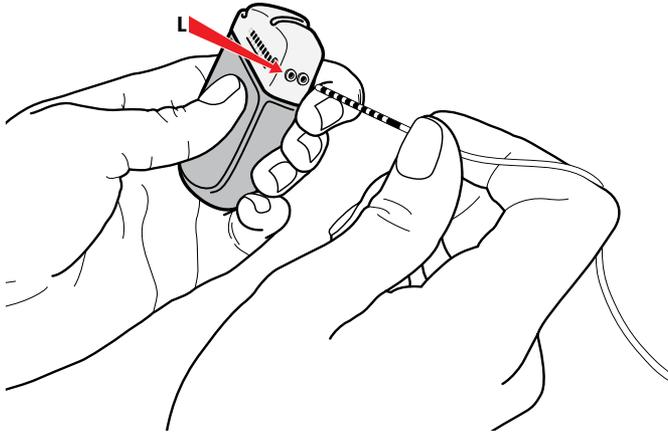

Figure 37. Connexion au port L du GII
- a. Connecter l'extension de l'hémisphère gauche au port L (ou C) (Figure 37).